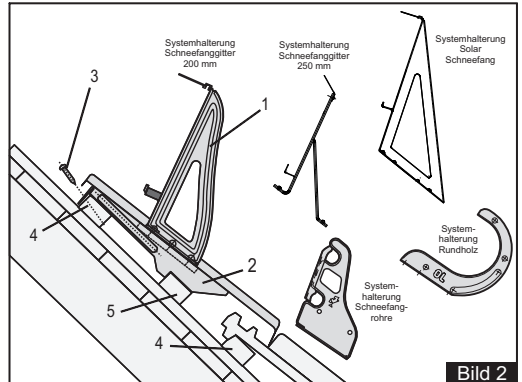

Bild 2
- Haltebügel (2) von oben mit der mitgelieferten Schraube (3) an der Dachlatte befestigen. (Bild 2)